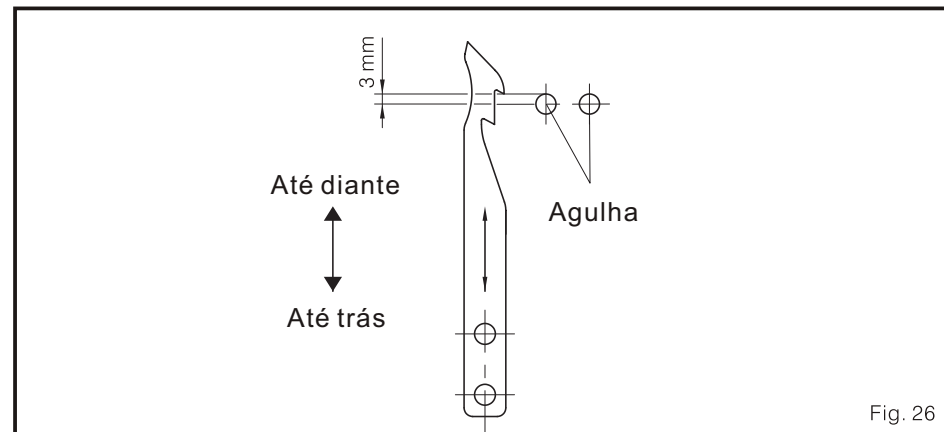

Fig. 26
- (2) Quando a faca móvel inferior esteja no ponto morto dianteiro, a distância a extremidade da faca e o centro da agulha devem ser de 3 mm. (Fig. 26)